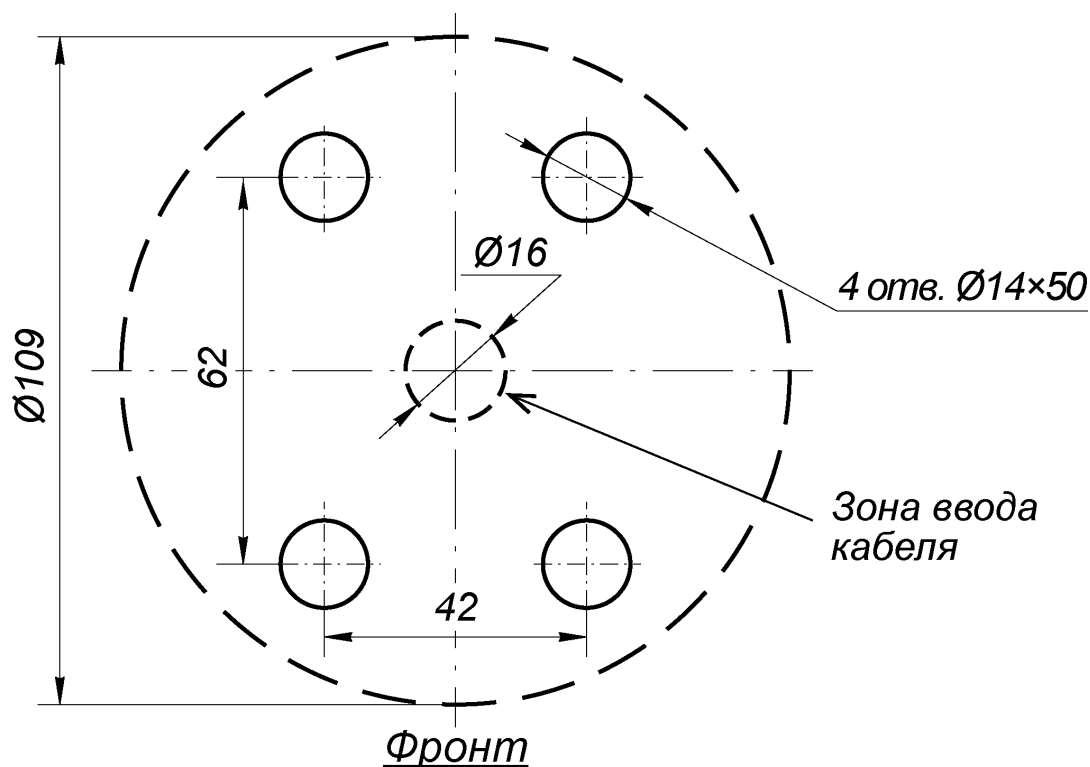

Рисунок 3. Разметка отверстий для установки IRP01.9Q
3. Выполните на установочной поверхности в соответствии с рис. 3 разметку отверстий для монтажа изделия, а также разметку кабельного канала для прокладки кабеля подключения контроллера СКУД к зоне входа кабеля в стойку с учетом расположения контроллера СКУД.
9. Проложите соединительные кабели в кабельном канале, протяните их через центральное отверстие в основании диаметром 16 мм (см. рис. 3) и пропустите внутри трубы стойки-считывателя к месту установки верхней крышки с оборудованием.